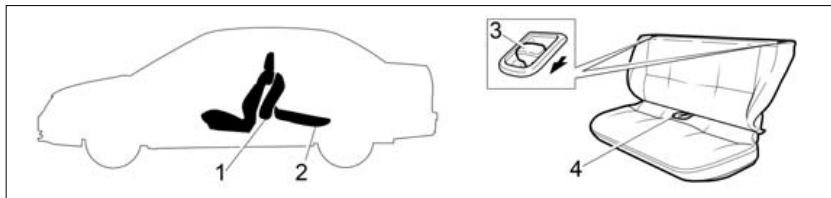

Рис. 11. Раскладка заднего сиденья
- потяните за петлю 4 (рис. 11) и установите подушку 1 в вертикальное положение. При необходимости сдвиньте передние сиденья вперед;